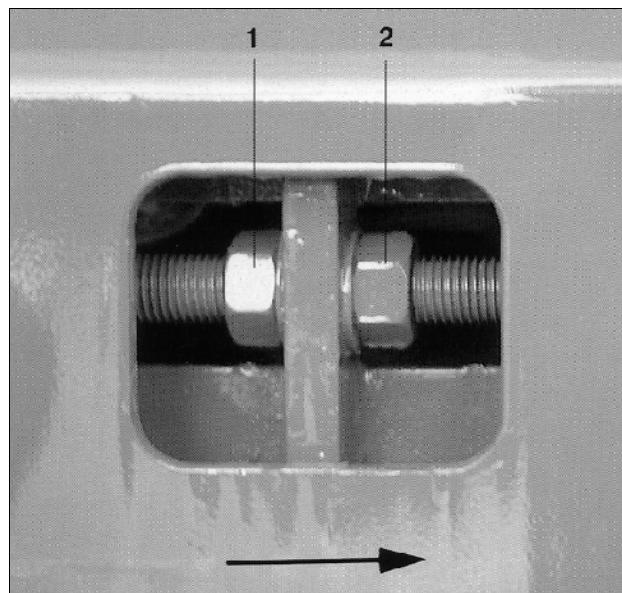

Рис. 55
1. Если смотреть в направлении движения (смотрите направление стрелки) открутите с обеих сторон контргайки (Рис. 55/1). Левое вращение.
2. Если смотреть в направлении движения (смотрите направление стрелки) с обеих сторон равномерно проверните шестигранные гайки (Рис. 55/2) против часовой стрелки.
Ход регулировки шестигранной гайки (Рис. 55/2) с обеих сторон ленточного транспортера должен быть одинаковым. Обе шестигранные гайки (Рис. 55/2) не проворачивать более чем на 1/2 поворота ключа. Затяните контргайки и проверьте, равномерно ли движется транспортерная лента.